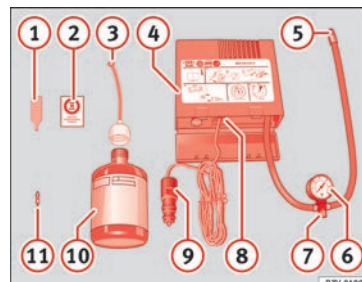

Fig. 48 Représentation standard : contenu du kit anticrevaison.
- Dévissez le capuchon et l'obus de la valve du pneu. Utilisez l'appareil » fig. 48 ① pour extraire l'obus. Placez-le sur une surface propre.
- Agitez fortement la bouteille de produit de colmatage des pneus » fig. 48 ⑩.
- Vissez le tuyau de gonflage » fig. 48 ③ sur la bouteille de produit de colmatage. Le plombage du goulot de la bouteille est automatiquement percé.
- Retirez le bouchon du tuyau de remplissage » fig. 48 ③, puis vissez l'extrémité ouverte du tuyau sur la valve du pneu.
- Placez de nouveau l'obus de valve sur la valve du pneu avec l'outil » fig. 48 ①.
- Vissez le tuyau de gonflage du pneu du compresseur » fig. 48 ⑤ sur la valve du pneu.
- Vérifiez si la vis d'évacuation d'air est serrée » fig. 48 ⑦.
- Branchez le connecteur » fig. 48 ⑨ à une prise de courant de 12 volts du véhicule » page 129.
- Raccordez le compresseur d'air au commutateur ON/OFF » fig. 48 ⑧.